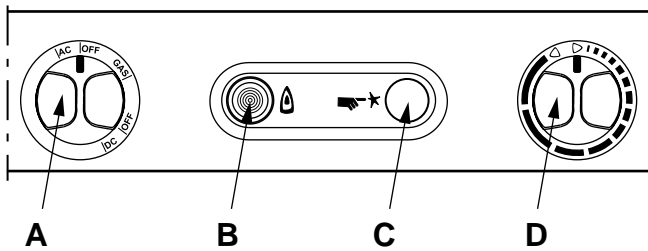

Fig. 1
Der Kühlschrank kann entweder mit 230 V, 12 V oder Flüssiggas betrieben werden. Die Betriebsart wird mit Hilfe der Bedienelemente an der Blende (FIG. 1), eingestellt.
Die Positionsnummern im Text beziehen sich auf Fig. 1.
Die Positionsnummern beziehen sich auf Fig. 1.
1. Schalter (A) auf „OFF“ stellen, (Fig. 1).